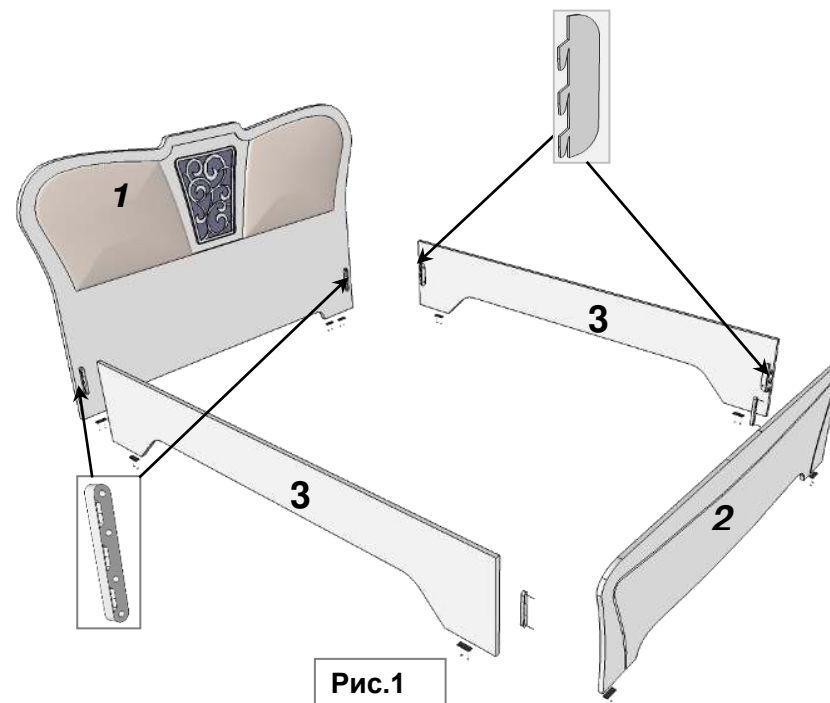
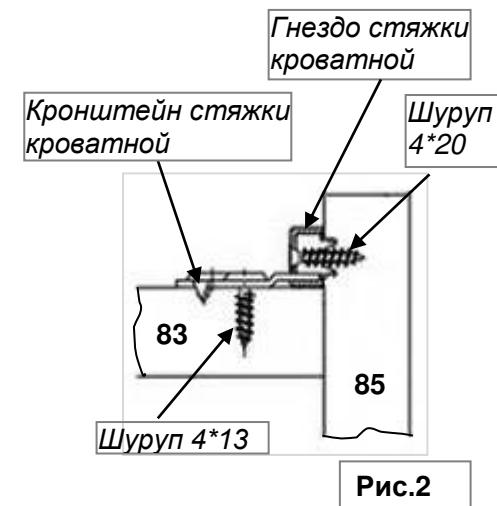

Рис.1
Рис.2
1. Шипы кронштейна стяжки кроватной вставьте в отверстия на внутренней стороне спинки ножной (поз.2), спинки головной (поз.1) как показано на рис. 1. и закрепите их на шурупы 4\*13 (смотри рис. 2) .
2. На царги (поз.3) установите гнездо стяжки кроватной на шурупы 4\*20 (смотри схему сборки и рис.2) по имеющимся наколам.